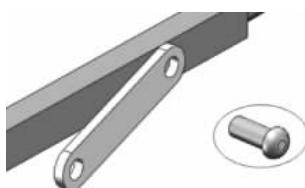

图 3-22 插入销钉
- (4) 插入零件【销钉】，放置到装配体环境中的空白位置, 如图 3-22 所示。